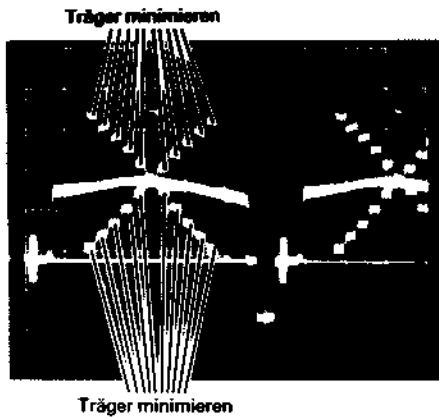

Abb. 4.13 Einstellung für Eliminierung von Trägerfrequenzresten
5. Den CARRI LEAK 1 Regler (RT1301) und den CARRI LEAK 2 Regler (RT1302) so einstellen, daß die Wellenform ein Minimum annimmt (siehe Abb. 4.13).